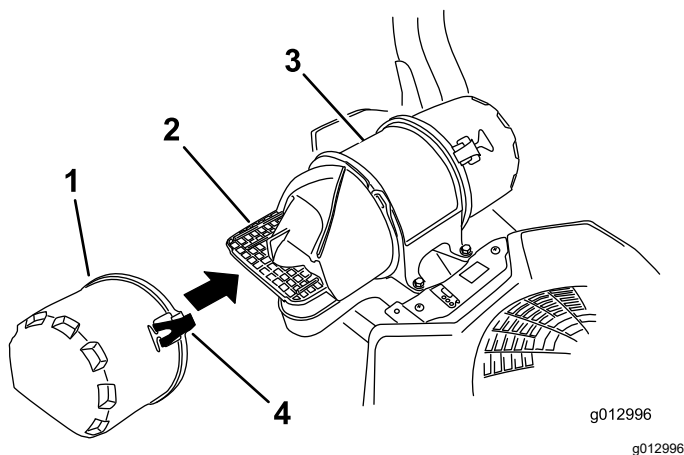

Figure 60
3. Ouvrez les dispositifs de verrouillage du filtre à air et séparez le couvercle d'entrée d'air du boîtier du filtre (Figure 60).
5. Reposez le couvercle d'entrée d'air et fixez-le avec les verrous (Figure 60).